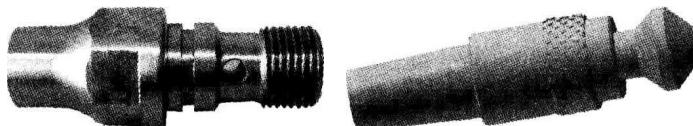

图 1—1—2
2. 观察如图 1—1—2 所示的零件，指出它的各个加工面可以通过哪些加工方式加工出来。